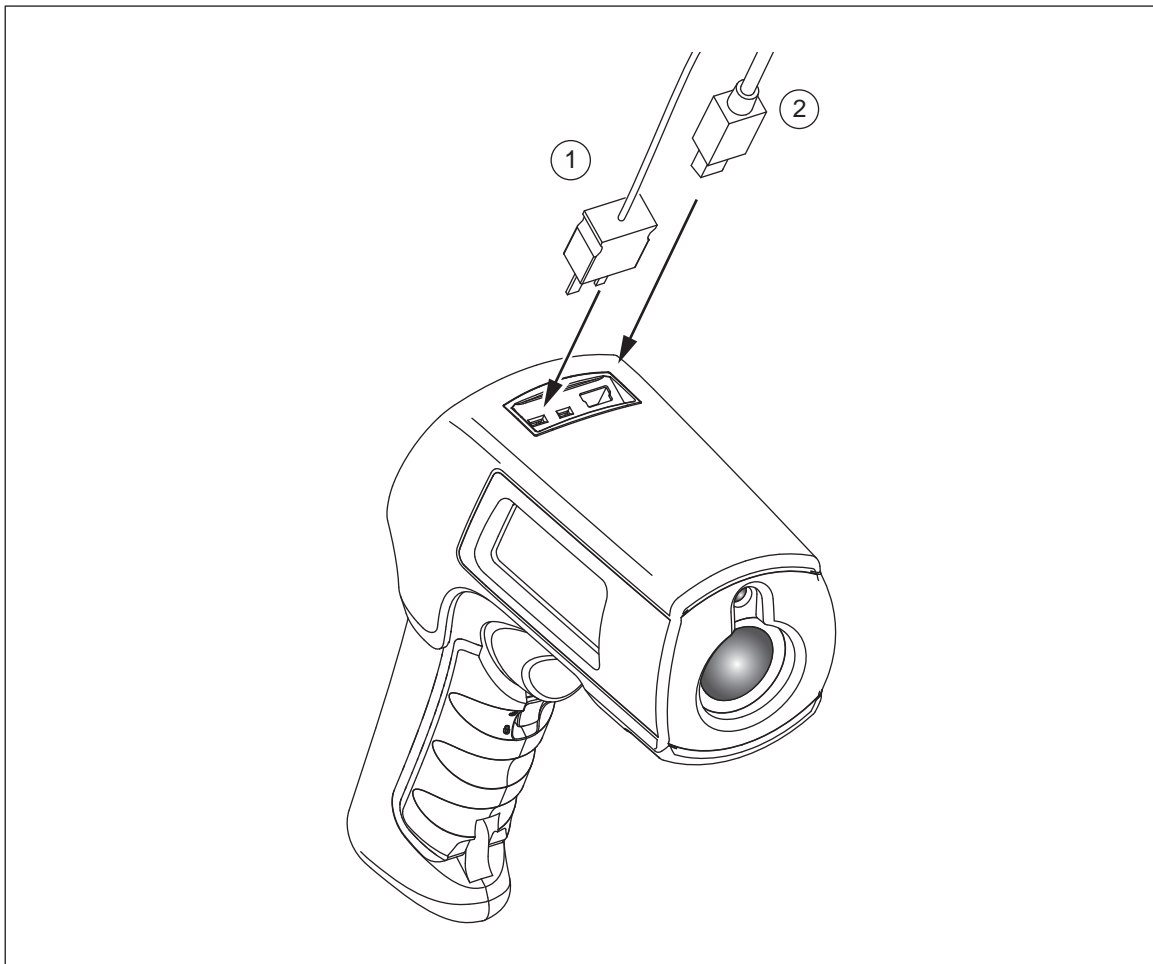

Figura 7. Conexiones del termopar y USB
Los datos almacenados en el modelo 568 pueden ser descargados a una computadora personal (PC) por medio del cable USB incluido y el software de documentación FlukeView[®] Forms incluido. Para obtener detalles consulte la documentación de FlukeView[®]. La entrada USB (2) se encuentra ubicada en la parte superior del termómetro, junto a la entrada de la sonda externa (1) (consulte la figura 7).
Los termómetros vienen con una sonda globular para termopar tipo K. Las sondas se conectan al termómetro a través de la entrada de sondas ubicada en la parte superior del mismo (consulte la figura 7).